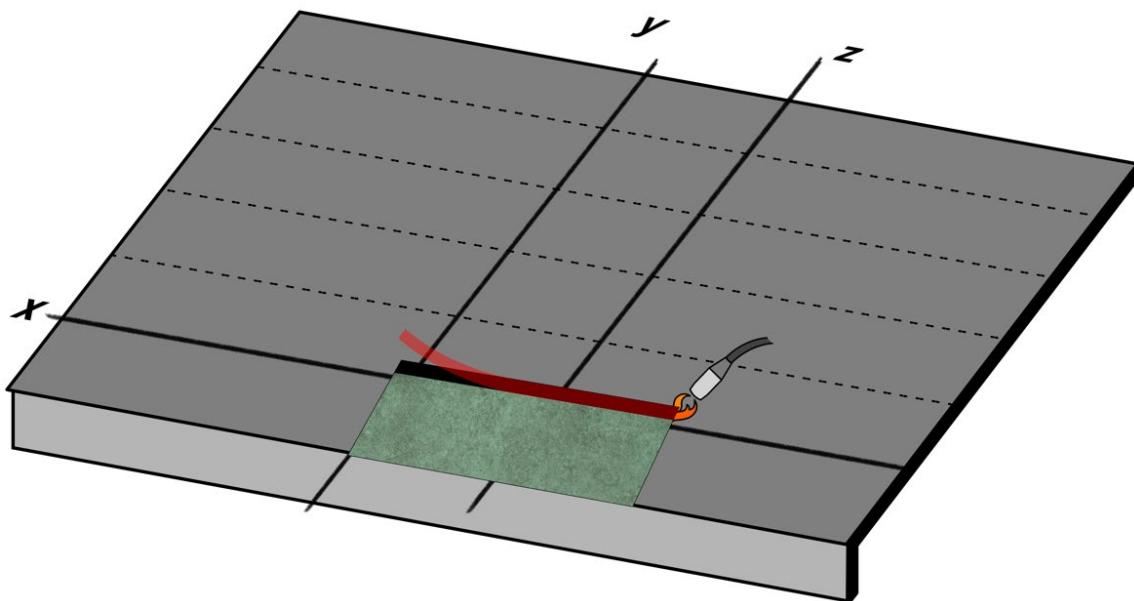

Fig. 18 – Installazione prima tegola a fiamma
- Procedere con la posa della prima fila di tegole, sopra alla membrana bituminosa già installata: allineare il bordo laterale della prima tegola alla verticale **y** e il bordo superiore all'orizzontale **x**. Fissare la tegola alla membrana usando la fiamma del cannetto e sollevando la parte superiore della tegola con apposito strumento. Orientare la fiamma verso la membrana, in modo da portare a fusione solo quest'ultima. La parte retrostante della tegola sarà portata solo in temperatura – vedi Fig. 18. Abbassare quindi la tegola canadese e premere la stessa (ad esempio facendo pressione con un piede), per aiutare la compenetrazione dei bitumi dei due elementi: tegola e membrana.